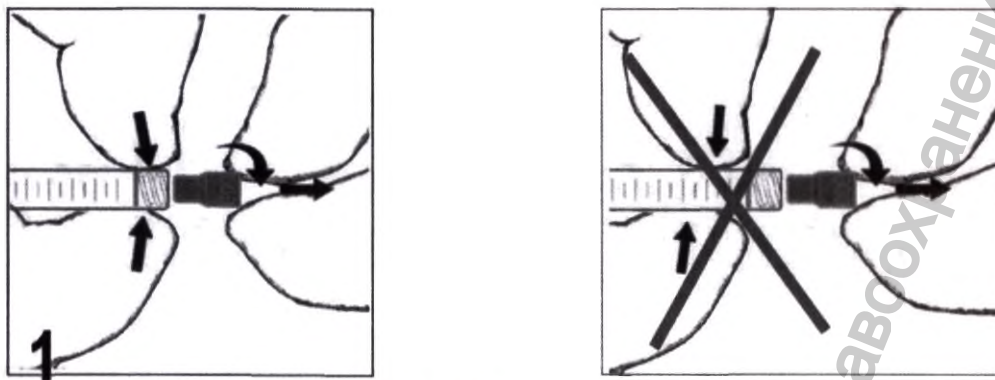

Рис. 1. Снятие колпачка с кончика шприца
- 1) Снять колпачок с кончика шприца, отсоединив его, как показано на рис. 1.